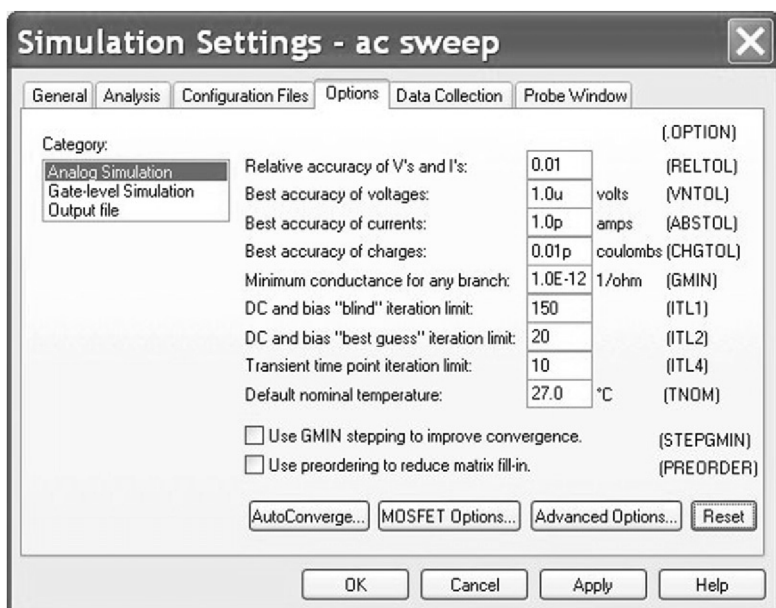

图 11.11 修改相对准确度 RELTOL
9. 如图 11.11 所示，在仿真设置窗口中选择 **Options** 选项卡，然后把相对准